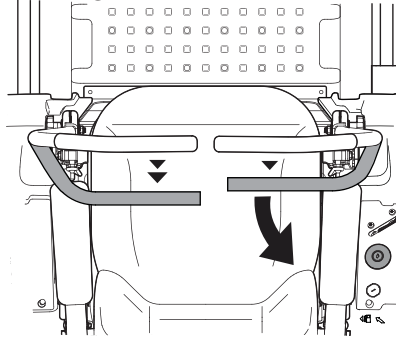

Figure 3-10
2. Pour tourner à droite en marche arrière, poussez la barre de conduite droite vers l'avant et tirez la barre de conduite gauche vers vous. Voir Figure 3-10.